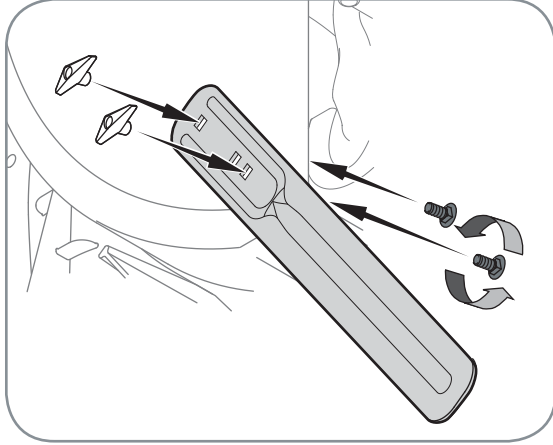

Figure 3-8
• Positionnez les barres de coupe pour qu'elles font face à l'avant comme illustré à la Figure 3-8. Maintenez-les en place avec la boulonnerie enlevée